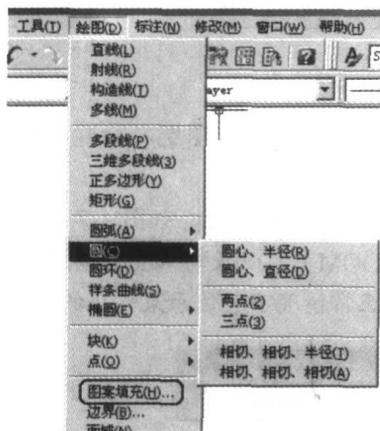
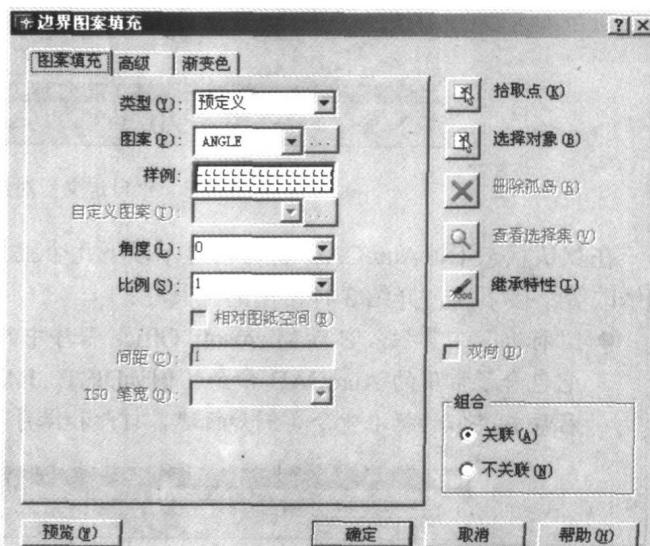

图 1-4 “绘图”下拉菜单
图 1-5 “边界图案填充”对话框
在菜单选项列表中，有些选项后面带有一个小三角形标记或带有省略号，如图 1-4 所示。其中，带小三角形标记的表示该选项下面还有子菜单，而带省略号的则表示按下它后将弹出一个对话框。如选中图 1-4 中的菜单项“圆 (C)”，则弹出绘制圆弧的所有菜单命令；如单击图 1-4 中的菜单项“图案填充 (H) ...”，将打开“边界图案填充”对话框，如图 1-5 所示。